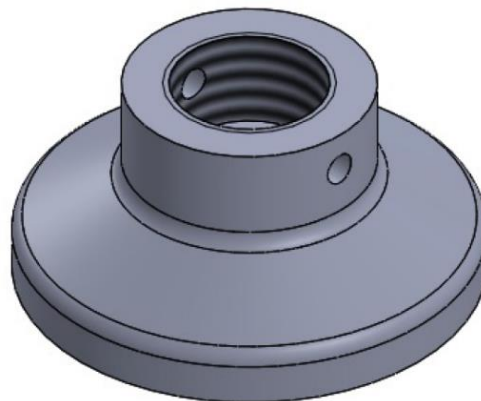

Рисунок 5.34 – Модель після додавання заокруглень
- г) Додайте заокруглення до базового елемента (рис. 5.34).